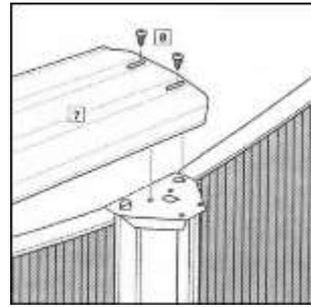

fig. 30
b) Alinear los agujeros tal y como se muestra, fig. 30 (8). Fijar en su sitio sobre la placa superior e insertar un tornillo a través de los agujeros ovales. No apretar los tornillos por el momento, hasta que todos los perfiles superiores estén colocados en su sitio.